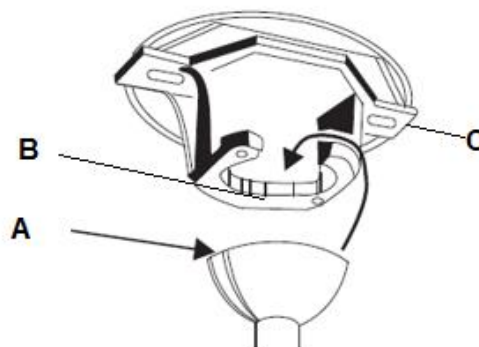
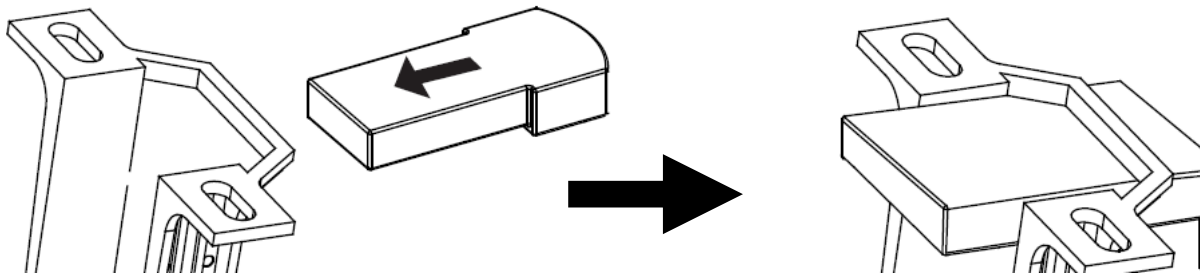

Fig. 5
Fig. 9
Sollevare il ventilatore sulla staffa di supporto. Assicurarsi che la fessura (A) del giunto sferico sia posizionata sul perno (B) della staffa di supporto (C), in modo tale da evitare che il ventilatore ruoti quando è in funzione (Fig. 5).
- Fissare il ventilatore alla staffa di supporto (consultare la sezione "Fissaggio del ventilatore" e la Fig. 5 a pagina 6).
- Collegare il connettore rapido della staffa (1) al connettore rapido di ingresso del ricevitore (2).
- Collegare il connettore rapido di uscita del ricevitore (3) al connettore rapido del ventilatore (4).
- Inserire con attenzione il ricevitore del telecomando sopra il giunto sferico, nello spazio rimanente all'interno della staffa di supporto. Fare attenzione a non danneggiare o allentare alcun cavo (5 e Fig. 9).